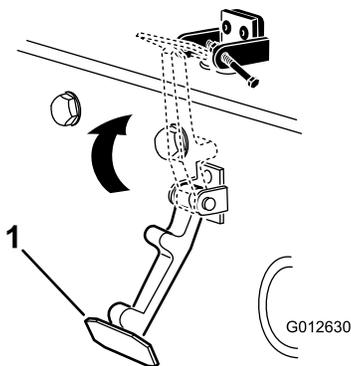

Figura 6
7. Prenda o trinco no suporte do trinco do capot (**Figura 6**).